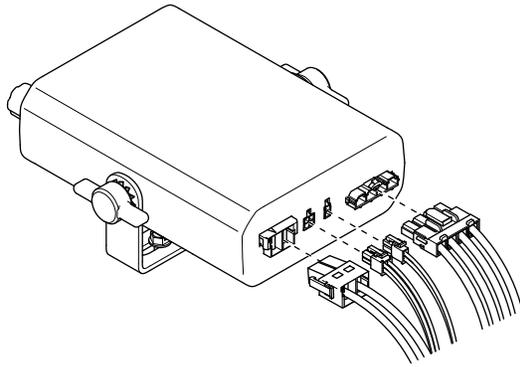

Figure 12
3. Branchez au contrôleur les connecteurs du faisceau de câblage correspondant (Figure 12).